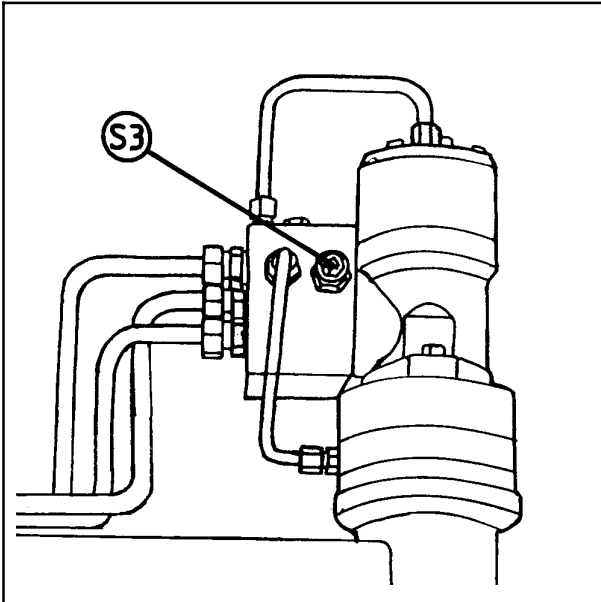

Bild 14-4
| Druckbegrenzungsventil für Zugkraft des Wickelarms | = Ventil S3, (Bild 14-4). |
- b) **Sicherheitsventil an der Minuseite.** (S3, Abb.14-4).